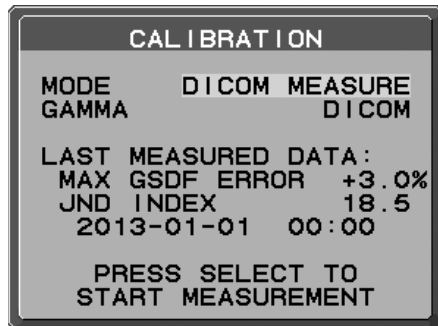

Abbildung D.1
2. Drücken Sie die Taste LINKS oder RECHTS, um für den MODUS die Einstellung DICOM MESSUNG auszuwählen (**Abbildung D.1**).